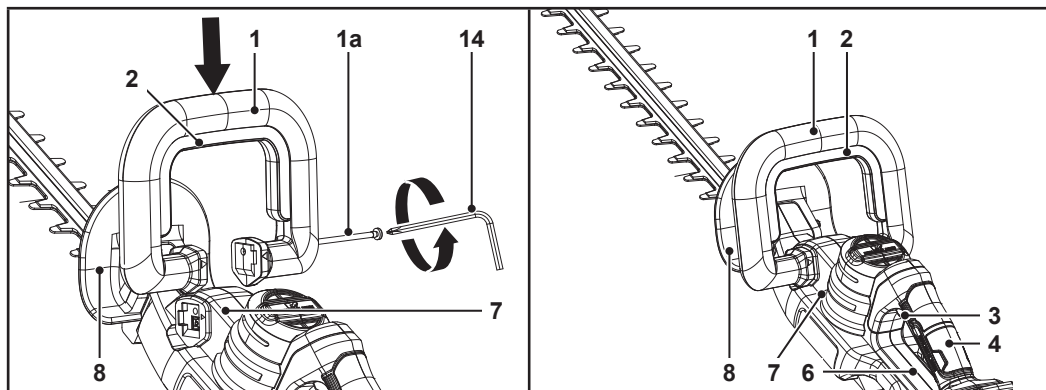

Fig. 1
1. Folosește cheia imbus/șurubelnița cu cap în cruce (14) pentru a scoate șurubul lung (1a) din mânerul frontal (1) (fig. 1).
2. Poziționează mânerul frontal (1) astfel încât săgețile de la capete să fie orientate spre locașurile de pe carcasă (7) (fig. 1).
3. Glisează mânerul frontal (1) în locașurile carcasei (7) până când se blochează în spații (fig. 1).
4. Fixează mânerul frontal (1) cu șurubul lung (1a) și cheia imbus/șurubelnița cu cap în cruce (14) (fig. 1).
Apărătoare de siguranță frontală (8), apărătoare spate (6): Aceste apărători îți protejează mâinile împotriva bucăților ascuțite de crengi tăiate care pot zbura sau sări spre tine (fig. 1).